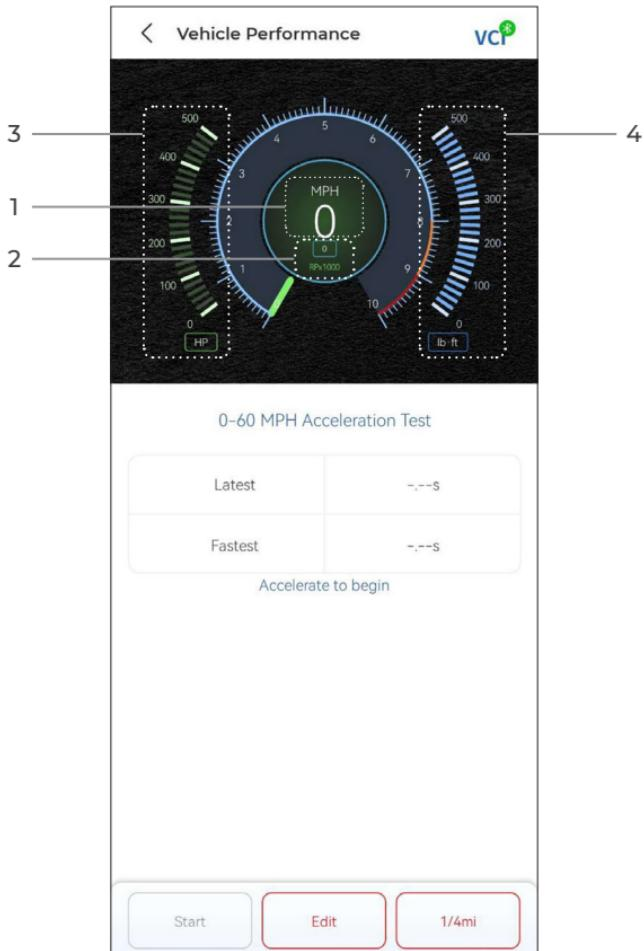

Figura 4-19
**Risultati del test 0-60 MPH** - registra il tempo trascorso da un veicolo per accelerare da 0 a 60 miglia orarie (vedi Figura 4-19). I valori per le velocità di inizio e fine possono essere modificati se lo si desidera.